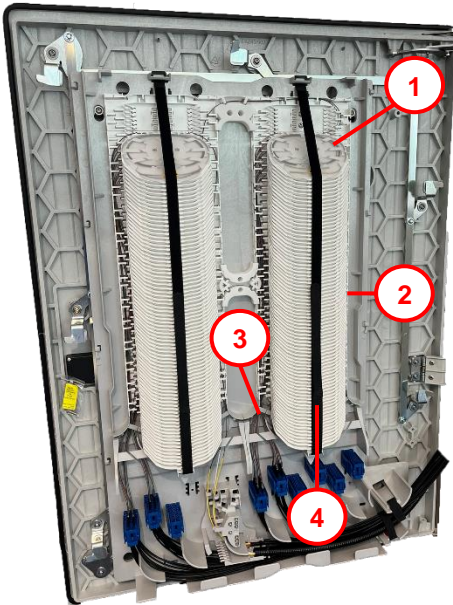

Abb. 39
- Schwenkhebelgriff **(1)** mit Schrank-/Schachtschlüssel **(2)** öffnen. **Beachten:** Bei Einsatz eines Einzelschwenkhebels Fabrikat EMKA, weiter bei Abb. 39.